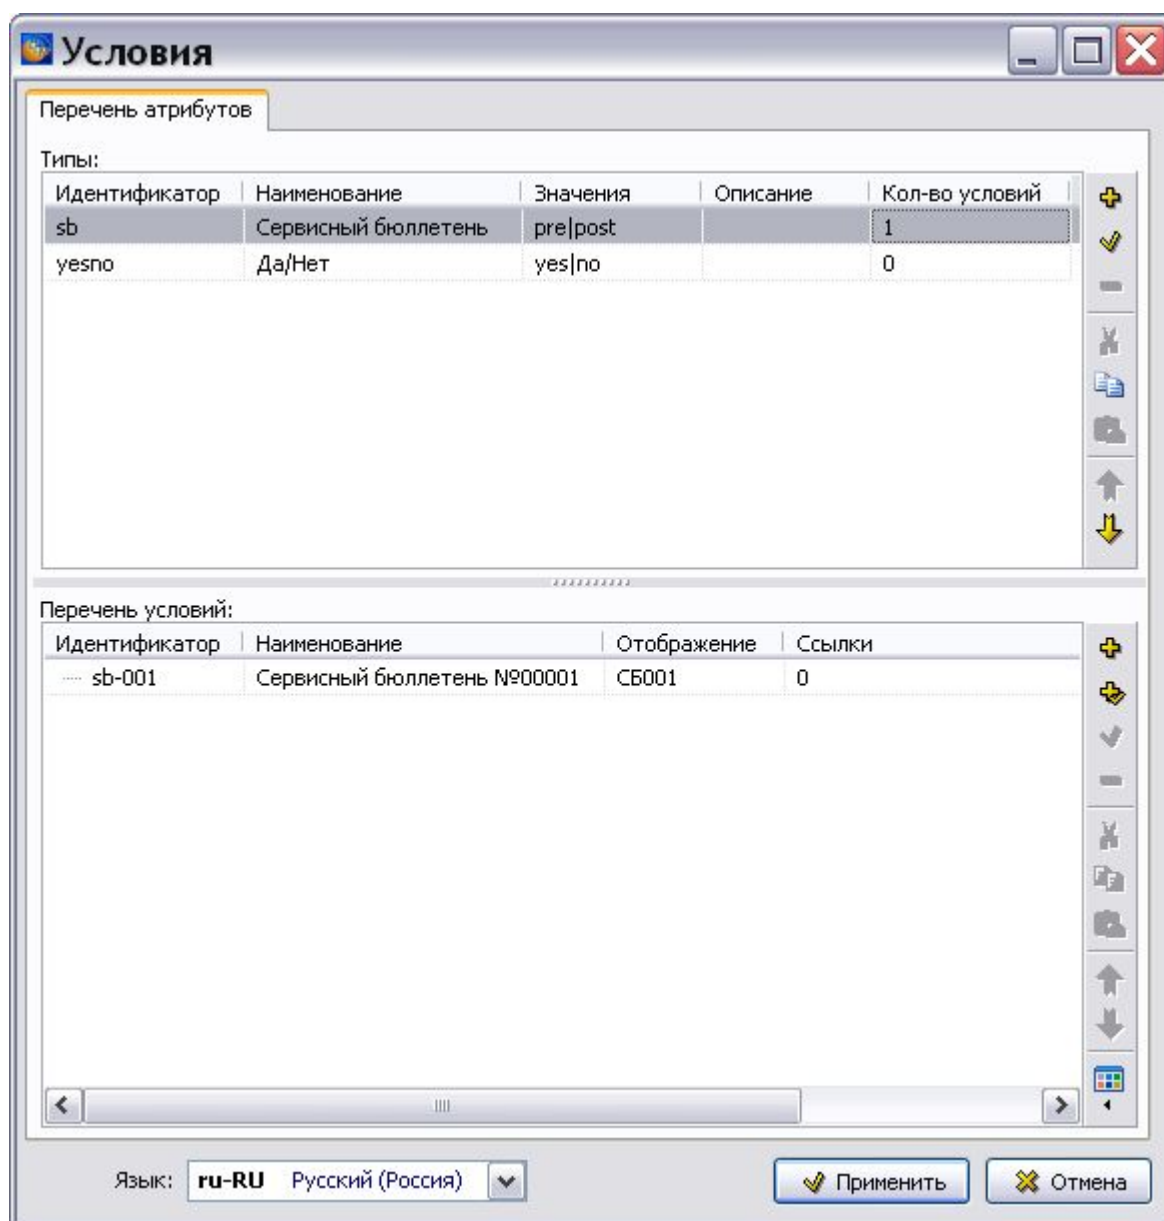

Рис. 2.146
- Нажмите на кнопку **Применить**. При этом произойдет возврат в диалоговое окно **Условия**, в котором отобразится описание созданного условия (Рис. 2.146).